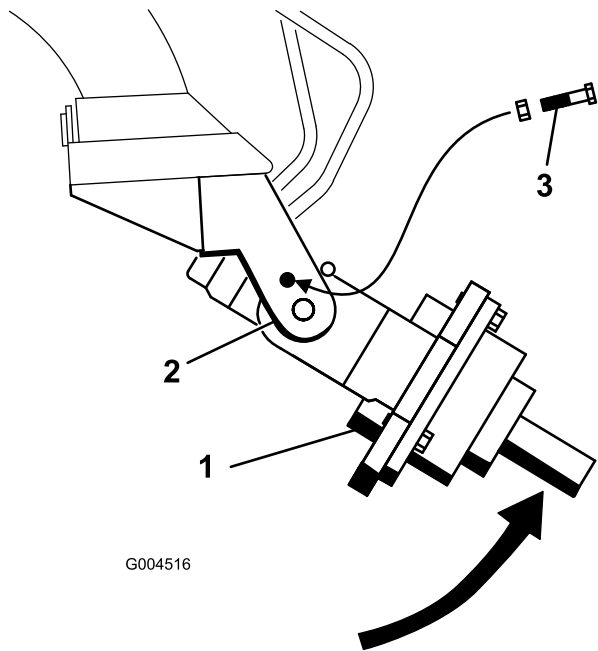

图 5
5. 手动向上旋转螺旋钻驱动头直到您可以将螺栓 $\frac{1}{2} \times 2\frac{1}{2}$ 英寸滑入托架臂上的孔中固定驱动头。用螺母 $\frac{1}{2}$ 英寸轻轻固定螺栓如图 5 所示。
3. 手动向上旋转螺旋钻驱动头直到您可以将螺栓 $\frac{1}{2}$ x $2\frac{1}{2}$ 英寸滑入托架臂上的孔中固定驱动头。用螺母 $\frac{1}{2}$ 英寸轻轻固定螺栓如 图 5 所示。